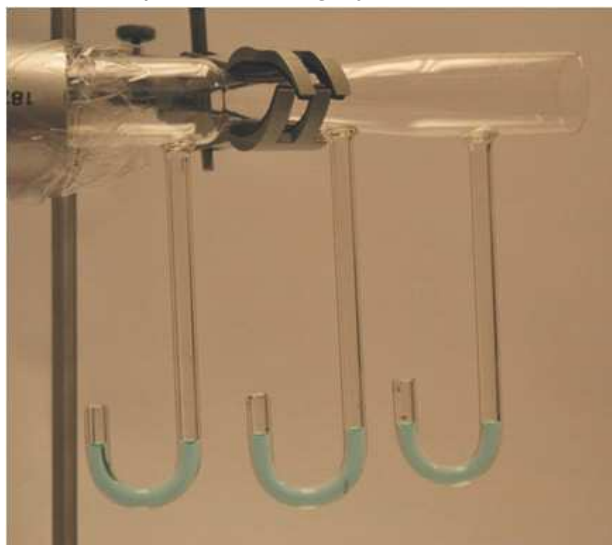

Figura 12-1
1. Configure el aparato como se muestra en Figura 12-1. Asegúrese de que el aire fluya desde la parte más corta y más ancha del tubo a la parte más delgada y luego gradualmente aumente a la parte más larga y ancha del tubo.